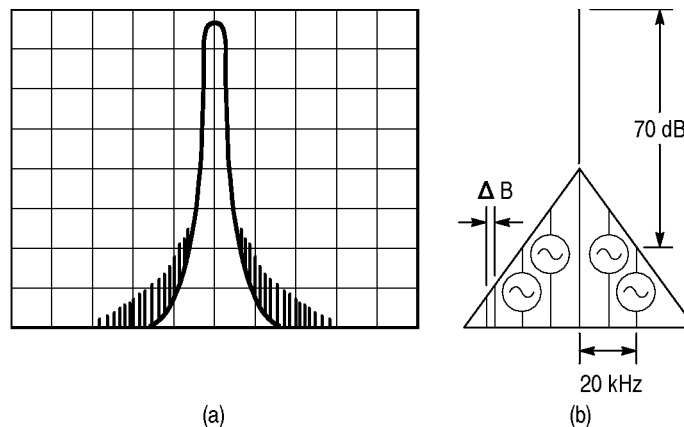

図 A-3 雑音側波帯
- (例) 雑音側波帯は、分解能帯域幅 1kHz において、キャリアから 20kHz 離れて -70dB である。ノイズ・レベルは、一般に 1 Hz の帯域幅内に存在するエネルギーで表わすことがある(図 A-3(b))。これを 1 Hz 帯域帯で表現すると、以下ようになる。1 kHz の帯域帯のとき -70dB であるから、1 Hz の帯域幅内にある信号は、これより約 $10 \log 1\text{Hz}/1\text{kHz}[\text{dB}]$ 、約 30dB 低い値となる。よって、分解能帯域幅 1kHz において、キャリアから 20kHz 離れて -100dBc/Hz である。